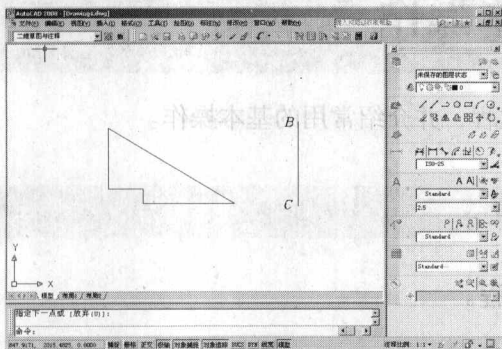

图1-3 画线段 BC
(5) 按 **Enter** 键重复画线命令, 画线段 BC, 如图 1-3 所示。
(6) 单击程序窗口上部的 按钮, 线段 BC 消失, 再单击该按钮, 连续折线也消失。单击 按钮, 连续折线又显示出来, 继续单击该按钮, 线段 BC 也显示出来。
(7) 输入画圆命令全称 CIRCLE 或简称 C, AutoCAD 提示: